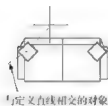

图4-4
(7)栏选(F)参数选项:主要作用是根据用户指定的直线选择对象。与直线相交的对象将被选中,如图4-4所示。